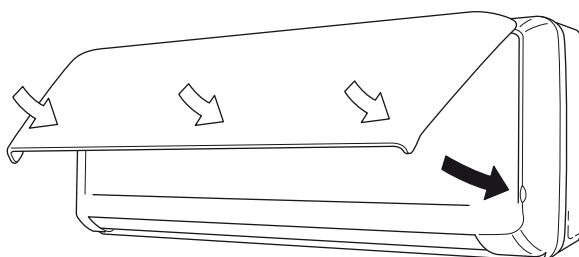

Abb. 19-2
- (6) Nach dem Schließen des Deckels sind die durch Pfeile gekennzeichneten Stellen fest anzudrücken. Danach ist sicher zu stellen, daß der Deckel ordnungsgemäß geschlossen ist (Abb. 19-2).